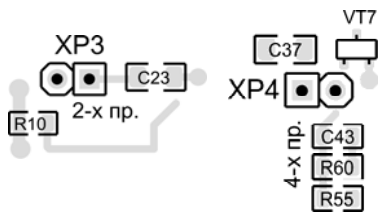

Рисунок 2
- 2-хпроводный - разъем ХР3 (рис. 2);